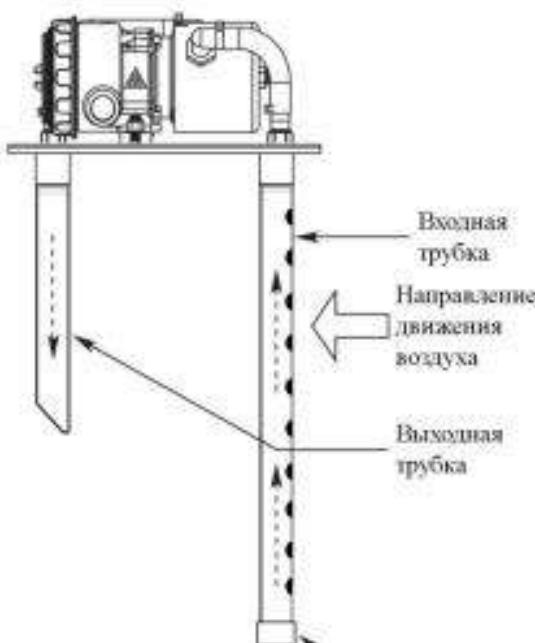

Рис.11 Направление движения воздуха
- Прикрутить выходную трубку к монтажной пластине так, чтобы срезанный конец трубы был направлен по потоку воздуха (см. рис. 11). Зафиксировать трубку специальным kleem после окончательной регулировки.